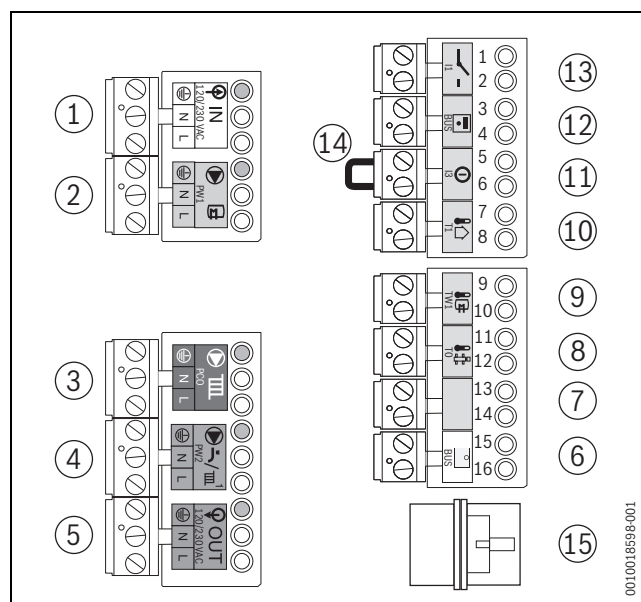

Fig. 51 Borniers
- Raccorder le thermostat marche/arrêt à la borne de raccordement I1 (→ fig. 51, [13]) (accessoire).
- Régulateur sur borne de raccordement BUS (→ fig. 51, [6]). Utiliser pour cela un câble électrique bifilaire de 0,4 à 0,75 mm².
- Utiliser pour le second module le raccord du câble secteur 230 V_{CA} du premier module. Pour cela, utiliser le câble joint au module (→ fig. 51, [4]).
- Retirer le pont (→ fig. 51, [14]) sur la borne de raccordement ①.
- Raccorder la sonde de température extérieure à la borne de raccordement ① T1 (→ fig. 51, [10]).
- Raccorder la sonde de température ballon à la borne de raccordement ② TW1 (→ fig. 51, [9]).
- Raccorder la pompe de chauffage à la borne de raccordement verte ③ PCO (→ fig. 51, [3]).
- Raccorder la pompe de bouclage à la borne de raccordement violette ④ PW2 (→ fig. 51, [4]).
- Raccorder la pompe de charge ECS à la borne de raccordement grise ⑤ PW1 (→ fig. 51, [2]).
- Raccorder la vanne à 3 voies externe à la borne de raccordement grise ⑤ PW1 (→ fig. 51, [2]).